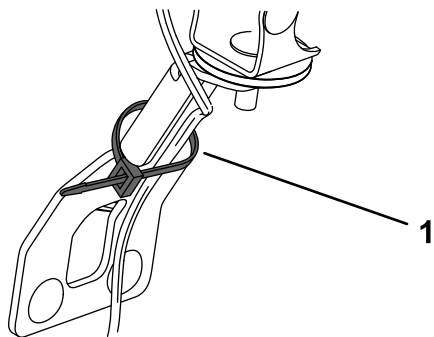

Figure 7
8. Attachez le faisceau à chaque support d'éclairage avec un serre-câble (Figure 7).